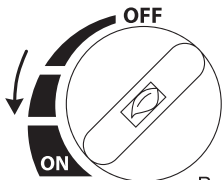

Рис. 4
3. Для запуска прибора поверните ручку управления горелкой против часовой стрелки до появления щелчков (в положение «ON/Поджиг») (Рис. 4). Если горелка не включилась, повторите процедуру.